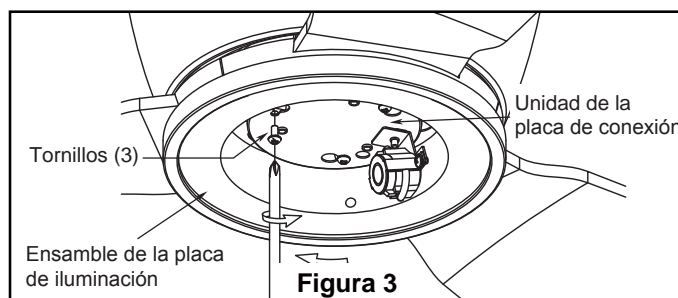

Figura 3
### No bloqueo (Figura 3)
2. Extraiga los cuatro tornillos y las tuercas hexagonales de la. Guárdelos para después. (Figura 3)
3. Extraiga uno de los tres tornillos de la unidad de la placa. Afloje levemente los otros dos tornillos. Instale la placa de conexión en la unidad de la placa de luz utilizando las dos ranuras principales. Vuelva a colocar el tercer tornillo y asegure los tres tornillos. (Figura 3)